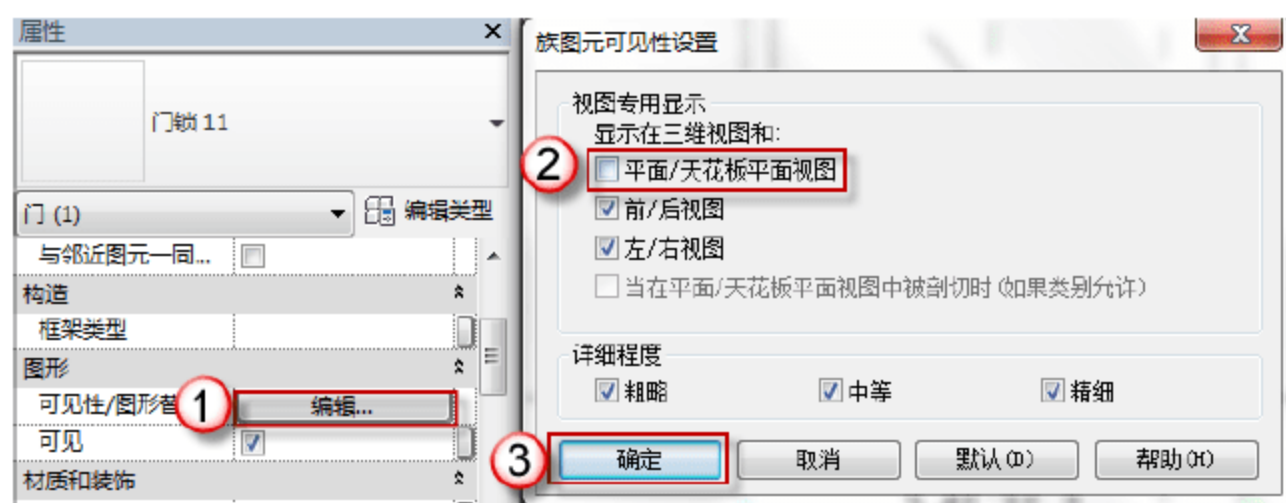

图 6.1.75 修改门锁的可见性
(27) 修改门锁的可见性。在门锁的“属性”面板中, 单击“图形”栏“可见性/图形替换”后的“编辑”按钮, 弹出“族图元可见性设置”对话框, 取消“平面/天花板平面视图”复选框的选择, 单击“确定”按钮, 如图 6.1.75 所示。最后按两次快捷键 M 将“门锁 11”族镜像复制到对称位置, 对称轴选择门的中轴线。